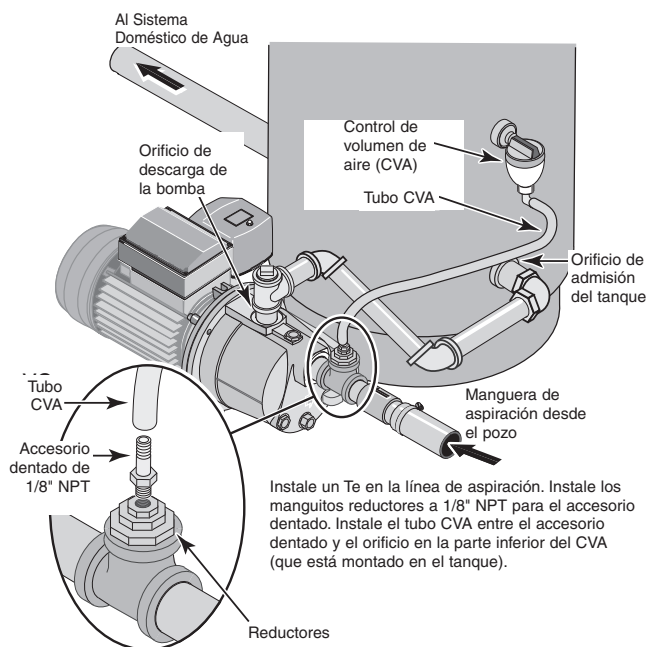

Figura 6: Conexiones para Tanque Estándar
CONEXIÓN PARA TANQUE ESTÁNDAR (Figura 6)
3. Instale un Te con manguitos reductores en la tubería de aspiración según se ilustra en la Figura 6.